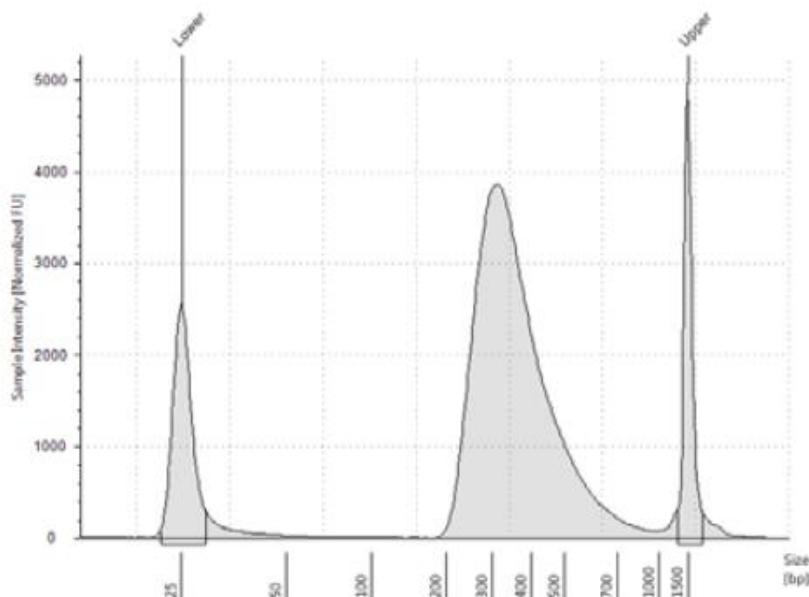
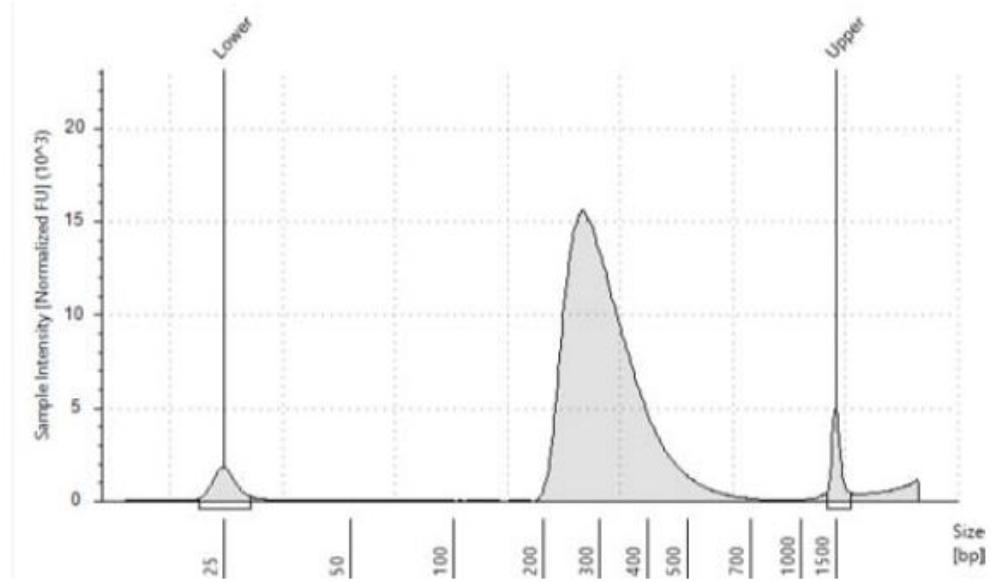
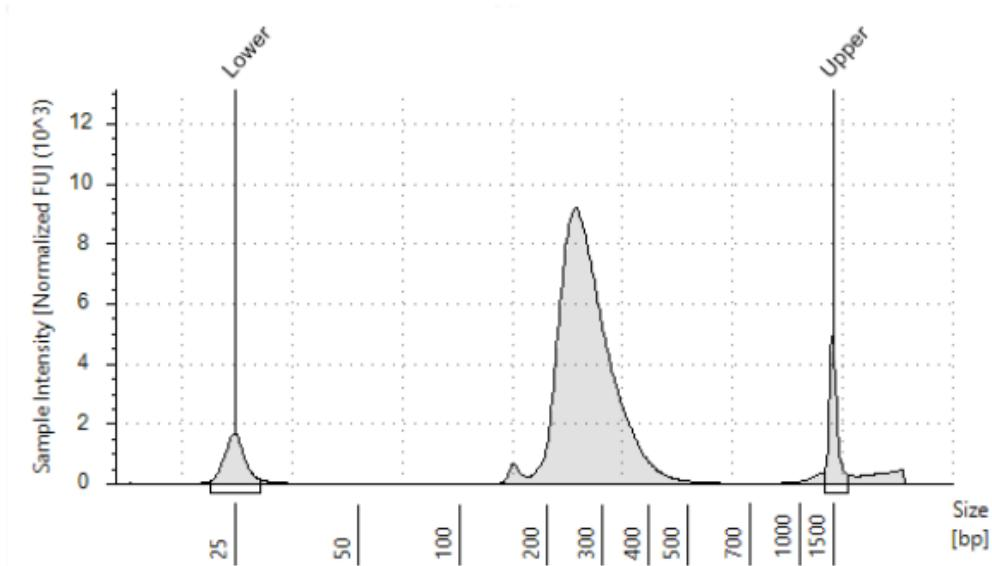

図 2 機械で断片化された高品質な gDNA サンプルから調製したキャプチャ前ライブライリの泳動図（D1000 ScreenTape アッセイ）
図 3 典型的な FFPE gDNA サンプル（機械による断片化）から調製したキャプチャ前ライブラリの泳動図（D1000 ScreenTape アッセイ）
図 4 低品質 FFPE gDNA サンプル（機械による断片化）から調製したキャプチャ前ライブラリの泳動図（D1000 ScreenTape アッセイ）
4. 泳動終了後エレクトロフェログラムで期待される DNA フラグメントサイズのピークが得られているか確認します（表 25 のガイドを参照ください）。 2×100 bp リード用に断片化された DNA から作製されたライブライリのエレクトロフェログラム例は図 2（高品質 DNA から調製したライブライリ）、図 3（中程度の品質の FFPE DNA から調製したライブライリ）および図 4（低品質の FFPE DNA から調製したライブライリ）に示されています。表 24 にある他のプラットフォームオプションで得られたエレクトロフェログラムも同様な断片サイズとなることが期待されます。
期待されるライブラリ断片のピークに加え低分子のピークが観察された場合は、ライブラリにアダプターダイマーが含まれます。図 4 に示すように観察されたアダプターダイマーが少量であれば、ターゲットエンリッチメントに進むことが可能です。その他については 85 ページのトラブルシュートガイドをご覧ください。